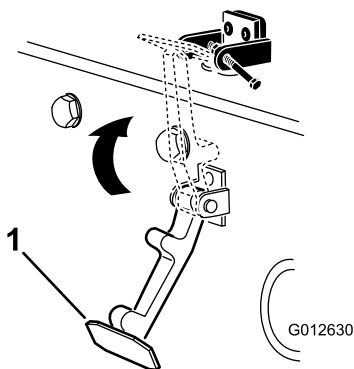

Bild 8
7. Haken Sie den Riegel in die Halterung des Motorhaubenriegels ein (**Bild 8**).